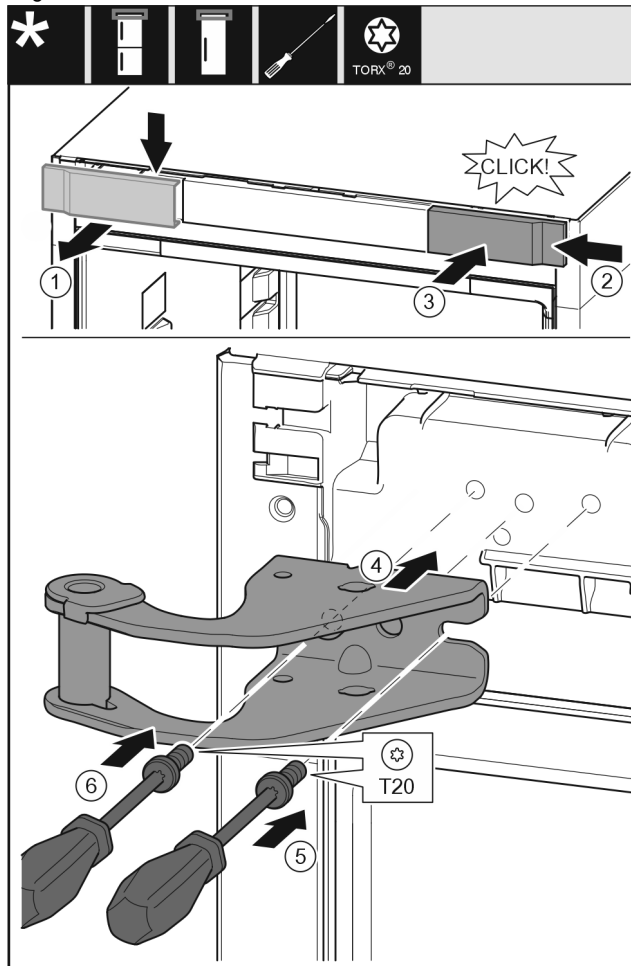

Fig. 11
- ▶ Abdeckung Fig. 11 (1) von oben nach vorne abnehmen.
- ▶ Abdeckung Fig. 11 (2) um 180° gedreht auf der anderen Seite von rechts einhängen.
- ▶ Abdeckung Fig. 11 (3) einrasten.
- ▶ Oberen Lagerbock Fig. 11 (4) ansetzen.
- ▶ Schraube Fig. 11 (5) mit Schraubendreher ansetzen und festschrauben.
- ▶ Schraube Fig. 11 (6) mit Schraubendreher ansetzen und festschrauben.